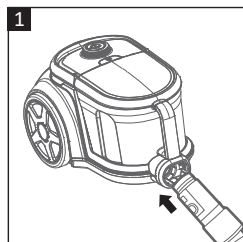

Fig. 1
- Alignez l'extrémité du tuyau d'aspiration (6) avec l'emplacement du tuyau (9) sur l'aspirateur et insérez-la fermement jusqu'à ce qu'elle s'enclenche (**Fig. 1**).